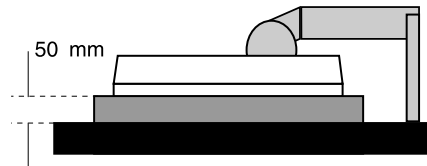

Abbildung S.1
2. Legen Sie den Monitor mit der Vorderseite nach unten auf eine weiche Oberfläche (der Bildschirm sollte auf eine um 50 mm erhöhte Fläche gelegt werden, damit der Fuß bündig mit der Oberfläche des Tisches abschließt, siehe **Abbildung S.1**).